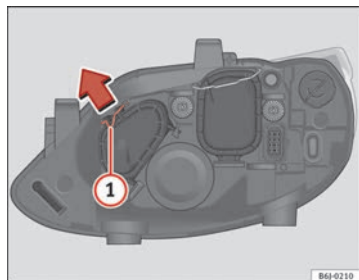

Fig. 163 Feux de route
- Déplacez le tirant ① dans le sens de la flèche puis retirez le cache ⇒ fig. 163.